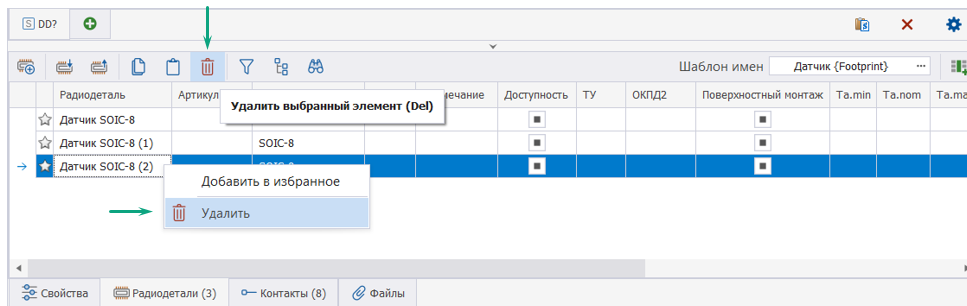

Рис. 249 Удаление радиодетали
2. Нажать иконку  «Удалить выбранный элемент», см. Рис. 249.
Альтернативный способ удаления строки радиодетали – выбрать из контекстно меню команду «Удалить», см. Рис. 249.